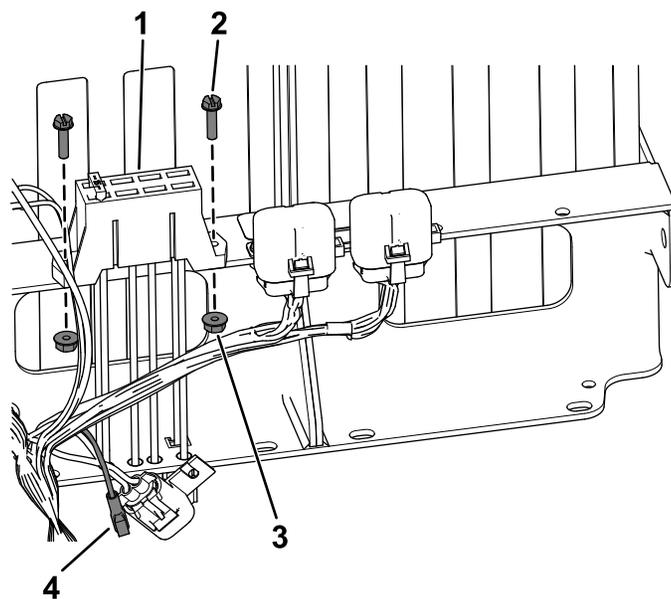

Рисунок 18
- **Для машин с серийным номером 403448001 и выше** прикрепите новый блок предохранителей с помощью 2 винтов с шестигранными головками с буртиками (№ 10 x ¾ дюйма) и 2 рифленых гаек (№ 10), как показано на Рисунок 18.
2. **Для машин с серийным номером 403448001 и выше** подсоедините гнездовой разъем на жгуте проводов к новому блоку предохранителей (Рисунок 18).